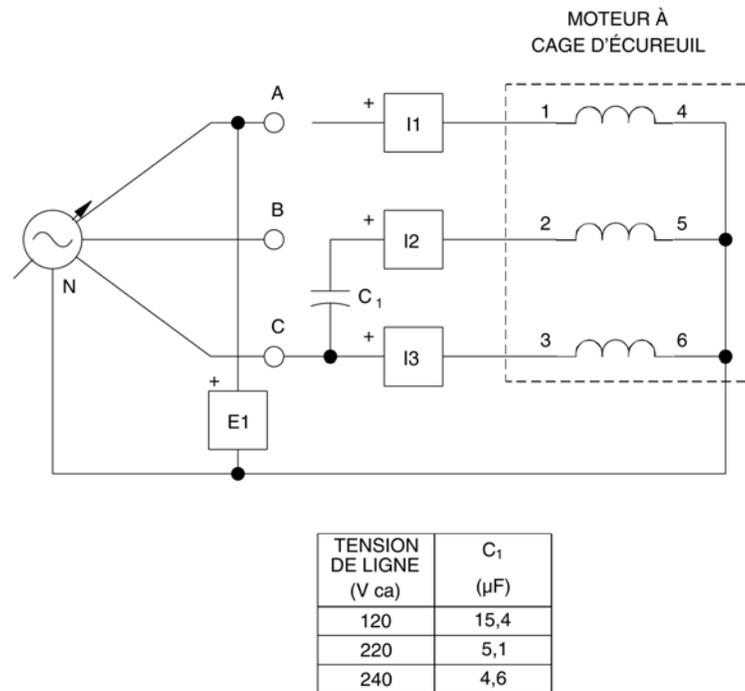

Figure 4-27. Ajout d'un condensateur au circuit du moteur.
- 12. Utilisez le module Charge capacitive pour raccorder un condensateur au circuit du moteur, comme à la figure 4-27. Réglez la capacité du condensateur à la valeur indiquée à la figure 4-27.